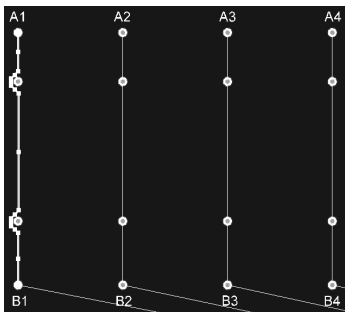

图 14-38 选中走线
(1) 打开本例对应的电子资源 `Copy_Route.PrjPcb`，双击 `Copy_Route.PcbDoc` 进入 PCB 编辑环境。
(2) 其中从 A1 到 B1 的走线已经布好，中间绕开了两个焊盘。可以复制并粘贴该走线以完成剩下的三条走线。
(3) 按下快捷键 **S + C**，光标变为十字形，移动光标到焊盘 A1-B1 之间的走线上，单击鼠标左键选中 A1-B1 之间的走线，如图 14-38 所示。单击鼠标右键退出选择状态。